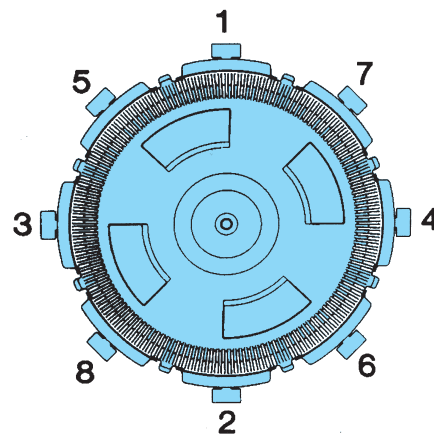

Fig.1 S8D110
5. Afin de répartir les contraintes, desserrer les vis des fermetures (suivre l'ordre indiqué par les Fig. 1 & 2) et enlever les étriers.